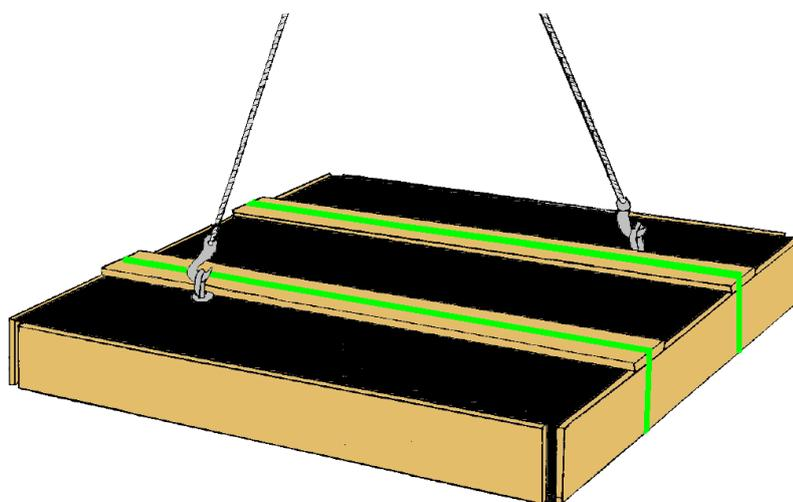

Figura 2
- 6) Engate em seguida o cabo de aço no gancho de sua ponte rolante (ou talha elétrica ou guindaste, etc). Cuidadosamente levante o engradado e o transporte ao local da instalação. (Figura 2)